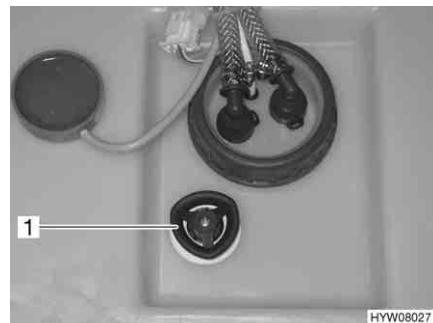

Fig. 148 Serbatoio dell'acqua con maniglia girevole
- Sul serbatoio dell'acqua, ruotare la maniglia girevole (Fig. 148,1) in senso orario fino all'arresto.
- Sul serbatoio dell'acqua, ruotare la maniglia girevole (Fig. 148,1) in senso antiorario fino all'arresto. L'acqua fuoriesce fino a ca. 20 litri.
- Sul serbatoio dell'acqua ruotare la maniglia girevole (Fig. 148,1) in senso antiorario, oltre la resistenza verso l'esterno fino all'arresto, per aprire completamente l'apertura di scarico.